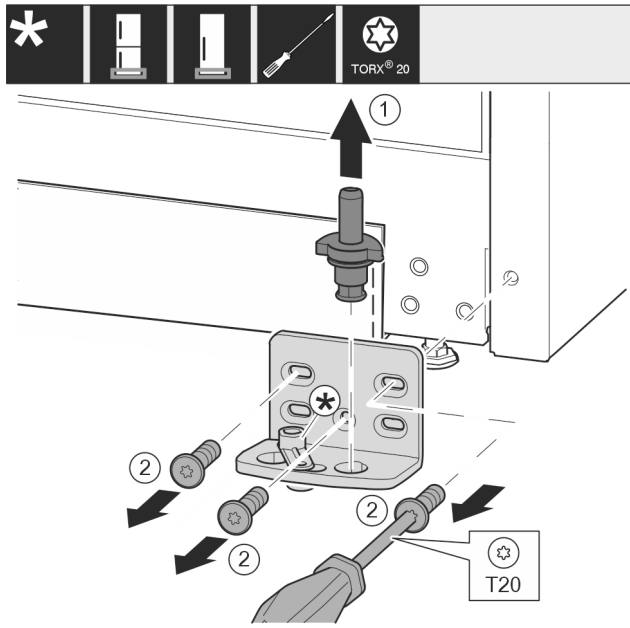

Fig. 13
- ▶ Visiškai ištraukite atraminius varžtus į viršų. Fig. 13 (1)
- ▶ Išsukite varžtus atsuktuvu T20 ir nuimkite atraminę gembę. Fig. 13 (2)